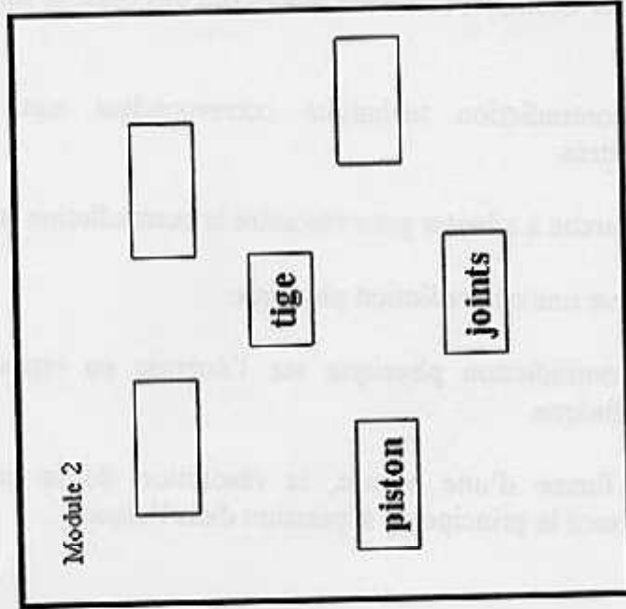

Figure 3
La figure 3 propose la représentation de la presse en groupes cinématiquement équivalents et son milieu extérieur pour le diagnostic moyen.
1. Sur la figure 3, dessiner le chemin de chacun des **flux issus du milieu extérieur** qui circulent dans la presse (*si nécessaire compléter la figure*). Mettre en évidence les fonctions élémentaires de contacts pour les modules concernées.
2. Extraire le groupe 2 (figure 3). Compléter les pièces de ce groupe. Identifier les **flux d'origine interne (fonction de conception)** passant sur la pièce nommée « tige ».